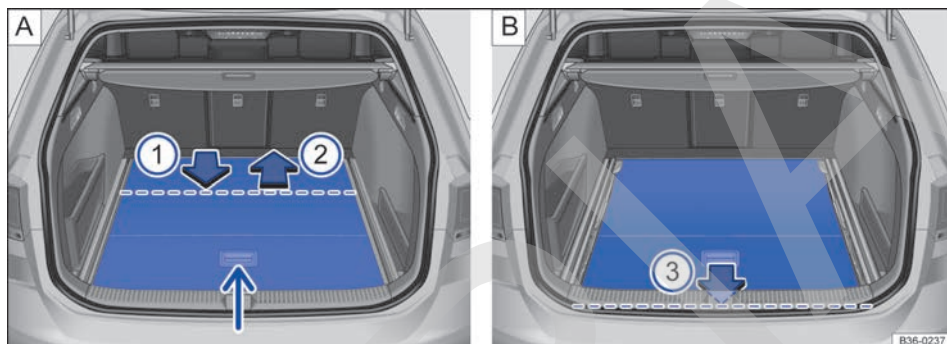

Fig. 143 En el maletero: colocar el piso del maletero en una posición más baja.
- Levante el piso del maletero por el asidero → fig. 143  (flecha pequeña) e inclínelo.
- Tire del piso en el sentido de la flecha → fig. 143 A ① por encima del umbral de carga hasta aprox. la línea de rayas. Al hacerlo, la parte delantera del piso del maletero deberá inclinarse hacia abajo.
- Desplace el piso en el sentido de la flecha → fig. 143 A ② hasta el tope. El piso se encuentra ahora en la posición más baja.
- Tire del piso en el sentido de la flecha → fig. 143 B ③ hasta topar con el umbral de carga.